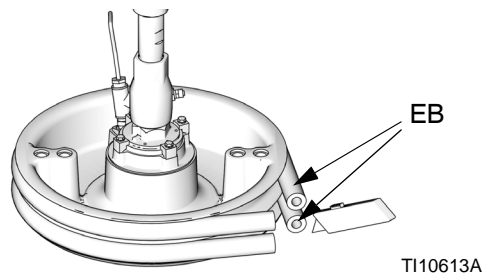

图 33
2. 关闭电源接线盒开关 (AK) 和断连开关 (AZ)。
3. 为更换磨损或损坏的刮环 (EB)，将压盘升起料桶。从底座上拆下料桶。将压盘上的流体擦拭干净。
4. 用刀切下刮环 (EB)，然后从压盘上取下。参见图 33。